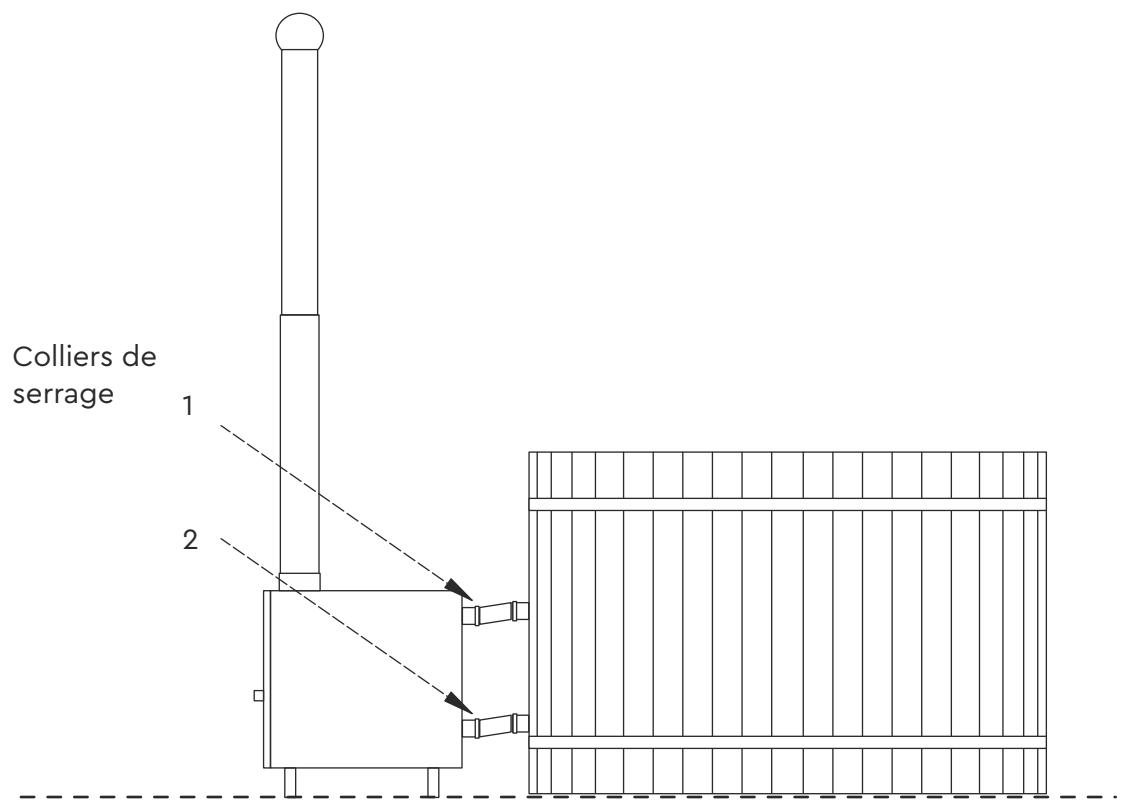

Figure 5
- Serrez les colliers de serrage (4 pièces). Voir Figures 5 et 6.
6. Assurez-vous que la cuve thermale, le poêle extérieur et les tuyaux flexibles de connexion sont correctement installés. Voir les figures 5 et 6.